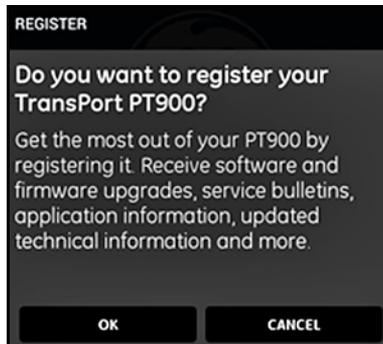

Figure 62 : enregistrement du PT900
5. Sur l'écran *Registration* (Enregistrement) (voir la *Figure 62* ci-dessous), cliquez sur **OK** pour enregistrer votre PT900 ou sur **CANCEL** (ANNULER) pour ignorer l'enregistrement.